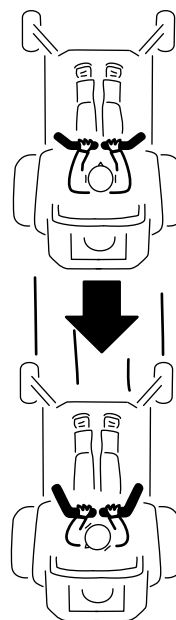

Figura 22
2. Para ir hacia atrás, tire lentamente de las palancas de control de movimiento hacia atrás (Figura 22).